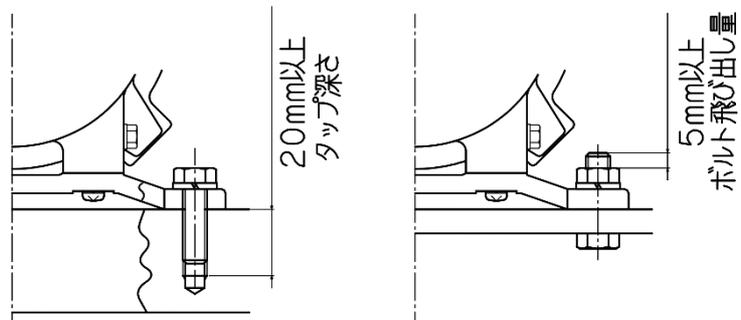

図3：固定方法
- (1) 固定用ボルトは強度区分4.8以上の防錆処理を施してあるものを使用してください。又、必ずばね座金等の緩み止めを併用してください。
- (2) ボルト&ナットで固定する場合は、図3のようにナット側にボルトの先端が5mm程度出る長さのボルトを使用してください。又、ベース面にタップ穴加工をして取付ける場合、図3のようにタップ深さは20mm以上必要です。